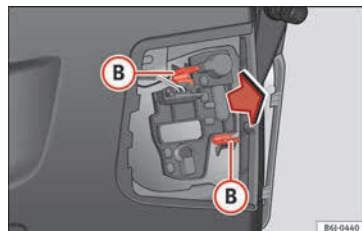

Abb. 114 Lampenträger ausbauen
- Ziehen Sie den Lampenträger durch drücken der Halteclips **(B) »» Abb. 114** heraus.